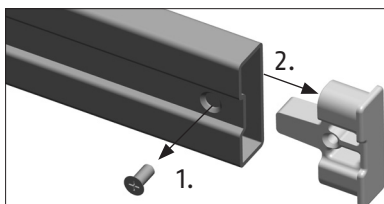
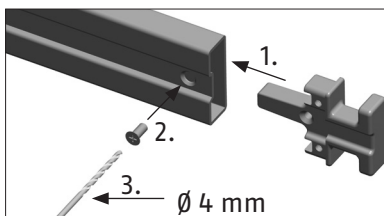

Abb. 30
Abb. 31
1. Zunächst die Schraube auf der Rückseite des Riegels lösen und Riegelabschlusstück entfernen (Abb. 30). Riegelabschlusstück für Sperrbügelfunktion einsetzen und mit selbst-schneidender Schraube maximal fest andrehen. Kreuzschlitz der Schraube mit HSS-Bohrer Ø 4mm ausbohren (Abb. 31) und die Lochkontur mit z.B. Lackstift oder Fett versehen (Korrosionsschutz).